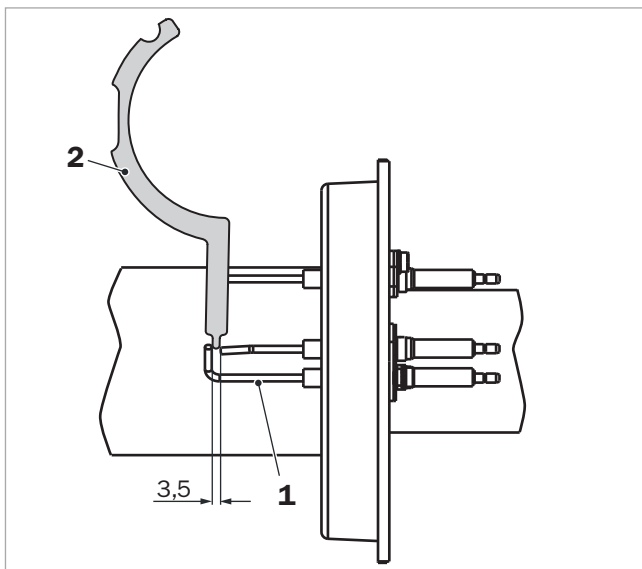

Abb. 23: Abstand Elektrode zur Masse an der Zündelektrode
1. Abstände der Ionisationselektrode mit Hilfe einer Elektrodenlehre → Abb. 23 (2) überprüfen (ggf. durch vorsichtiges Biegen korrigieren).
- Elektroden untereinander → Abb. 23 (1): 3,5 mm